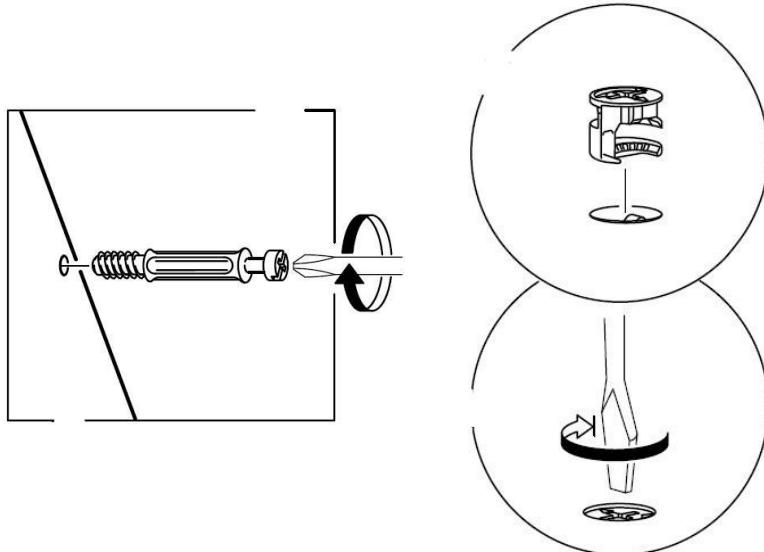
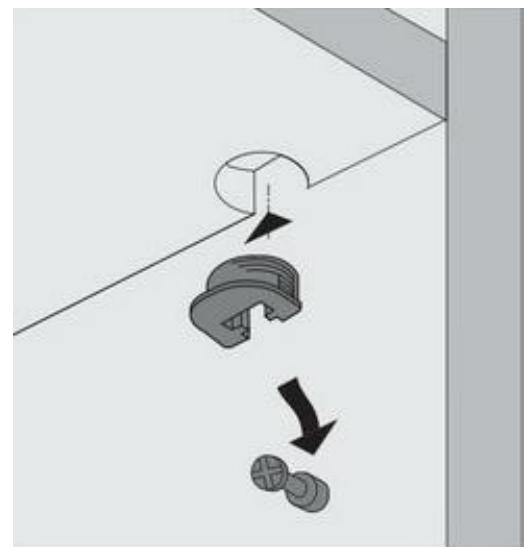

Рис. 1
Рис. 2
1. В горизонтальные щиты (65), (66), перегородку (68), заднюю стенку (69), вертикальный щит (64) в имеющиеся отверстия установить эксцентрики Rastex 15\16, таким образом, чтобы стрелка была повернута в сторону отверстия в торце.
2. В установленные муфты эксцентриковых стяжек на боковых стенках (61), (62), горизонтальных щитах (65), (66) ввернуть дюбели DU644 (длинные) (рис.1 и схема сборки).
3. Установить на нижний щит (63) опоры с помощью шурупов 3,5x13мм.
4. Установить мебельный уголок на нижний щит (63) с помощью шурупов 3,5x13мм (схема сборки).
5. В полки (70), (71), (72) установить врезные полкодержатели (рис. 2).
6. В отверстия диаметром 5мм на боковых стенках (61), (62), перегородках (67), (68) ввернуть дюбели DU322 (короткие) (рис.2 и схема сборки).
7. В отверстие в кромке нижнего щита (63) установить упор для двери (полкодержатель в рубашке) (схема сборки).
8. На крышку шкафа-гардероба (40) установить упор для двери (прямоугольный) с помощью саморезов 3,5x16мм (схема сборки).
9. На боковые стенки (61), (62) установить планки монтажные петель с помощью комплектных винтов.